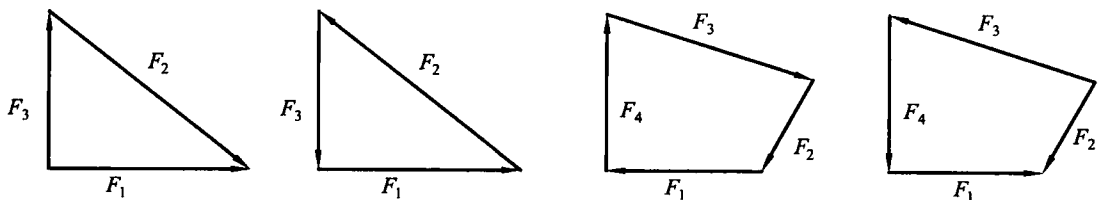

图 2.2
- 某刚体受平面汇交力系作用, 其力的多边形如图 2.2 所示。请指出这些图中哪一个是平衡力系? 哪一个是有合力的, 其合力又是哪一个?